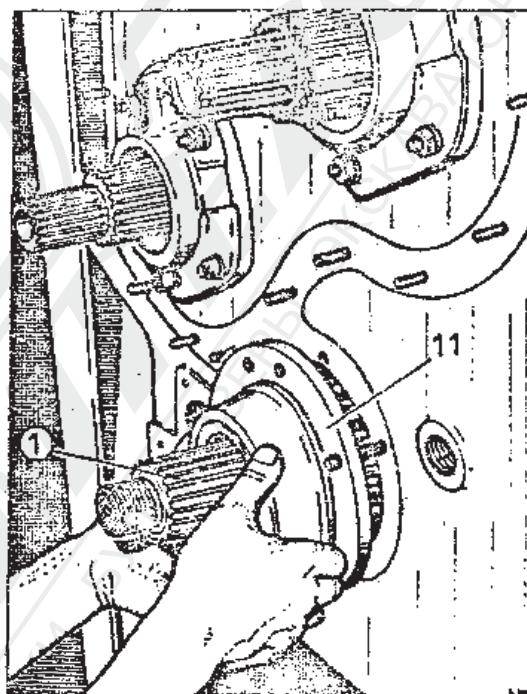

Рис. 2-24. Стягивание держателя выходного валика со стороны стояночного тормоза.
1. Вытянуть держатель /поз. 11 на рис. 2-24/ с конусным роликоподшипником 7, уплотнительными кольцами 12, 13 и подкладками 8,9,10.